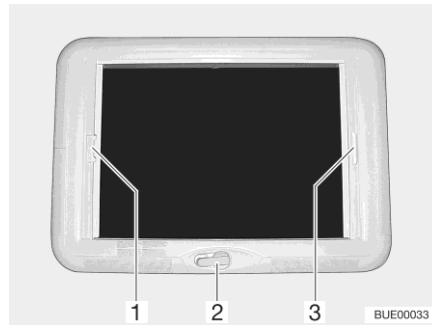

Bild 84 Vevmanövrerad taklucka
- Öppna:** ■ Vrid på handveven (Bild 84,2) tills ett motstånd känns.
- Stänga:** ■ Drag i plisségardinens handtag (Bild 84,3) och släpp i önskad position. Plisségardinen stannar i denna position.
- Stänga:** ■ Drag, med handtaget (Bild 84,1), insektsskyddet till plisségardinens handtag (Bild 84,3) på den motsatta sidan, där det hakas i.
- Öppna:** ■ Tryck insektsskyddets handtag (Bild 84,1) bakåt, uppåt och haka av insektsskyddet från plisségardinen (Bild 84,3).